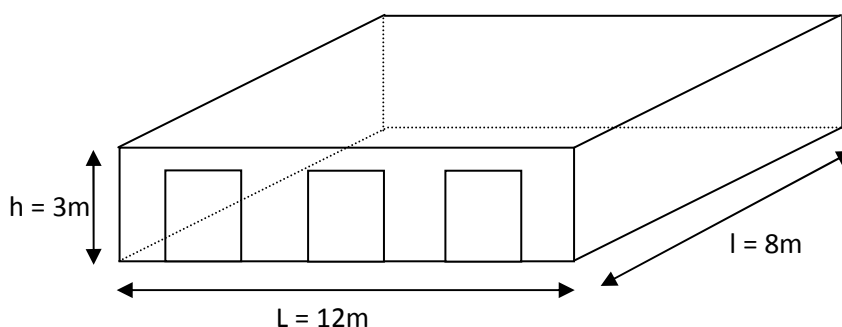

Figure 6
4.9. Alors que l'orateur se tient à une distance convenable du microphone, un effet Larsen survient. Il est dû à la réverbération dans la salle dont la configuration est donnée ci-dessous (figure 6) :